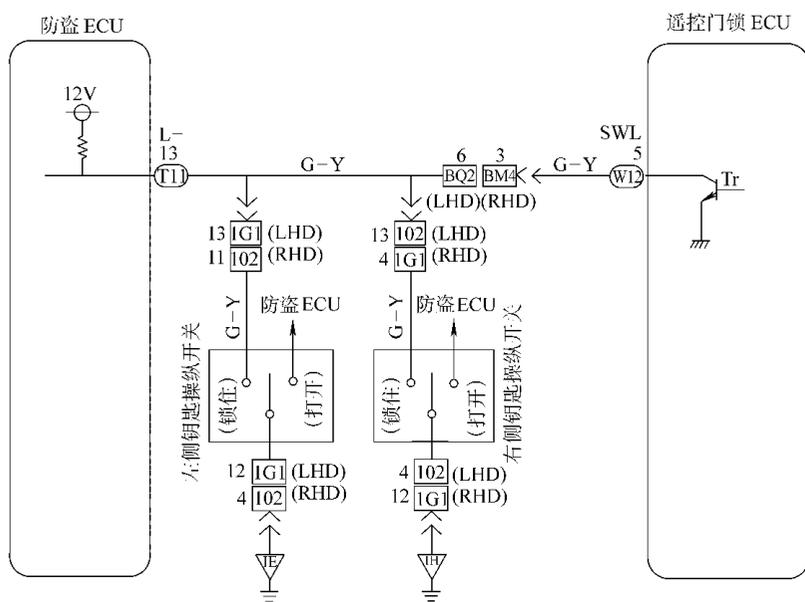

图 2-71 钥匙操纵开关电路检查
## (8) 钥匙操纵开关电路检查 (锁住侧), 如图 2-71 所示。